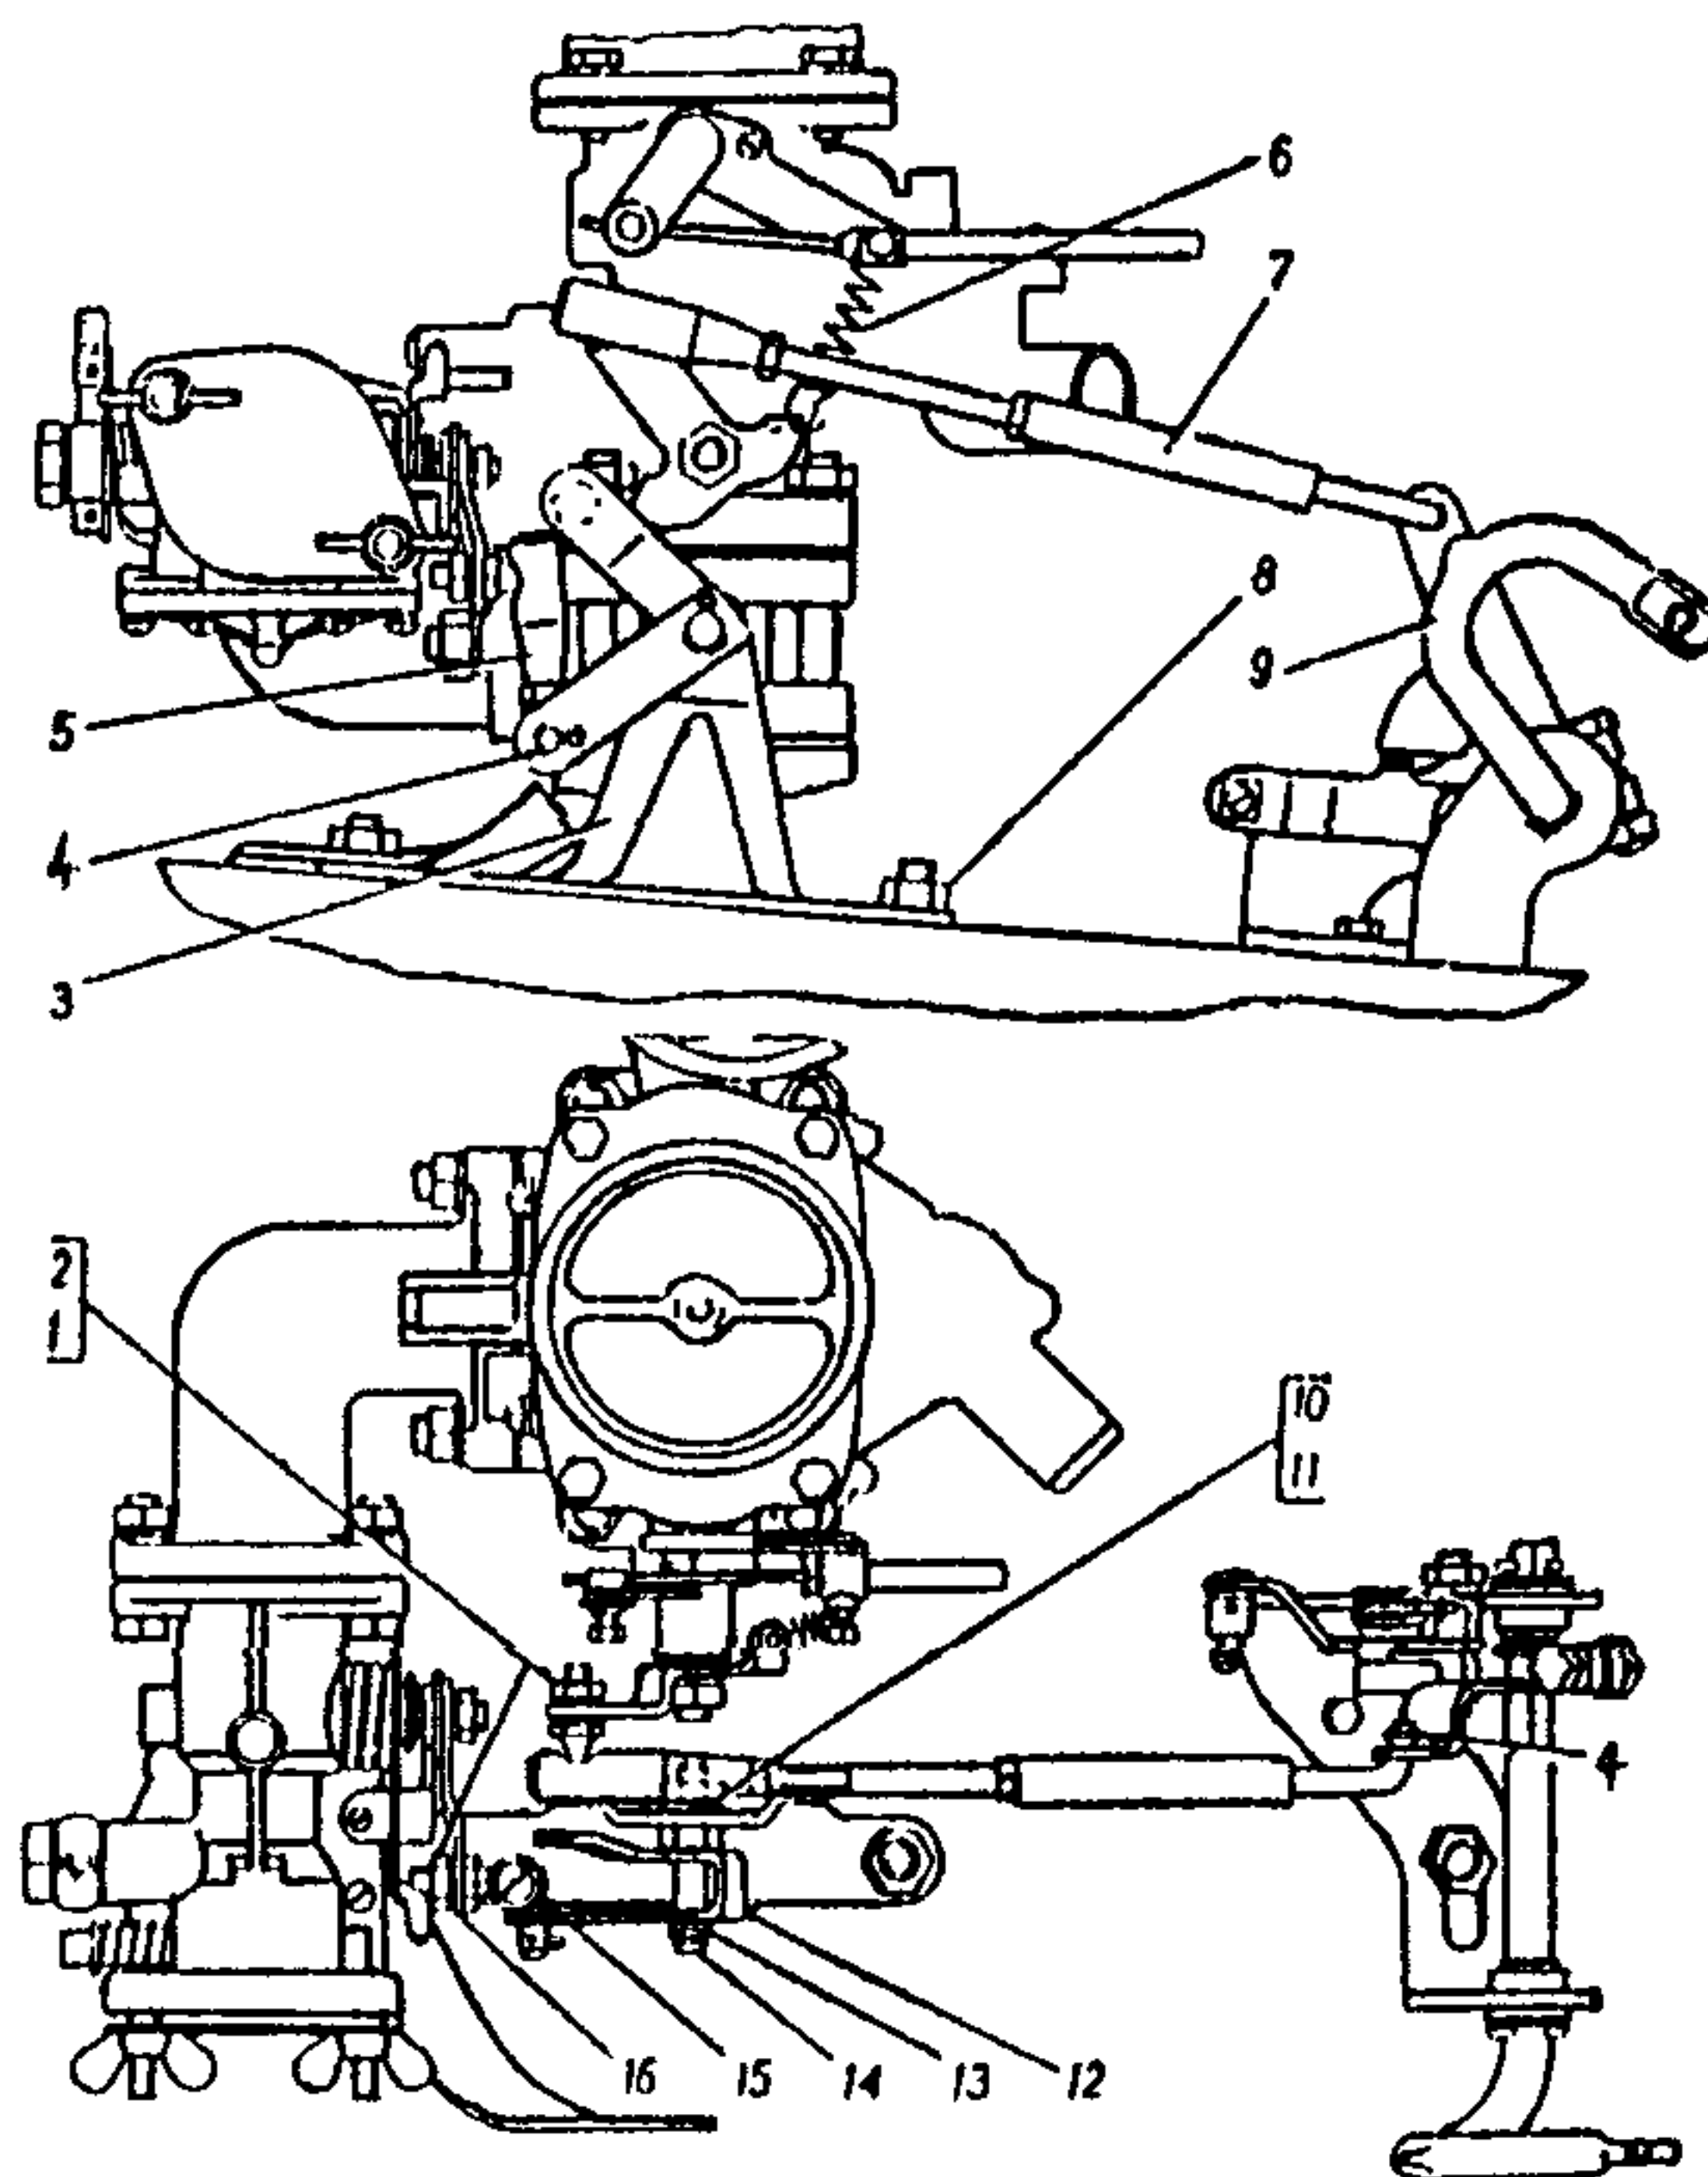

Рис. 5.26. Установка привода акселератора двигателя ГАЗ-53-07
9) произвести монтаж (рис.5.26) деталей акселератора: